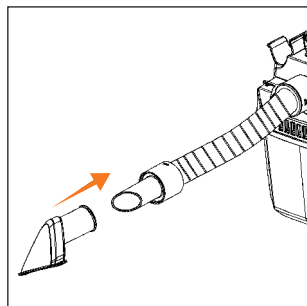

Рис. 11
- Установите на всасывающий шланг необходимую насадку и приступайте к работе (Рис. 11).